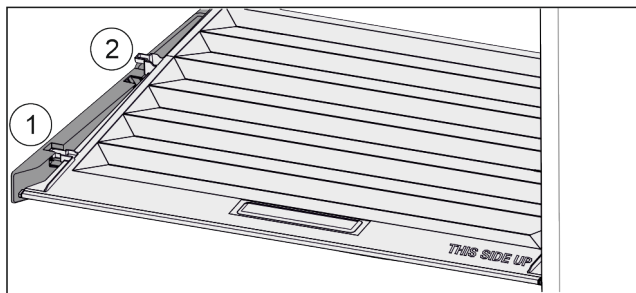

Fig. 107
- ▶ Vytáhněte víko dopředu až k otvoru v přídržných dílech Fig. 107 (1).
- ▶ Vzadu zespuďte nadzvedněte a vyjměte směrem nahoru Fig. 107 (2).